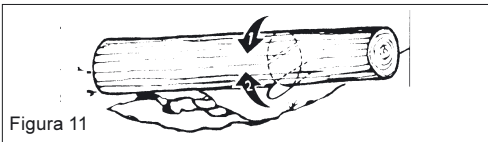

Figura 11
3. Cuando el tronco está apoyado por ambos extremos (Figura 11):